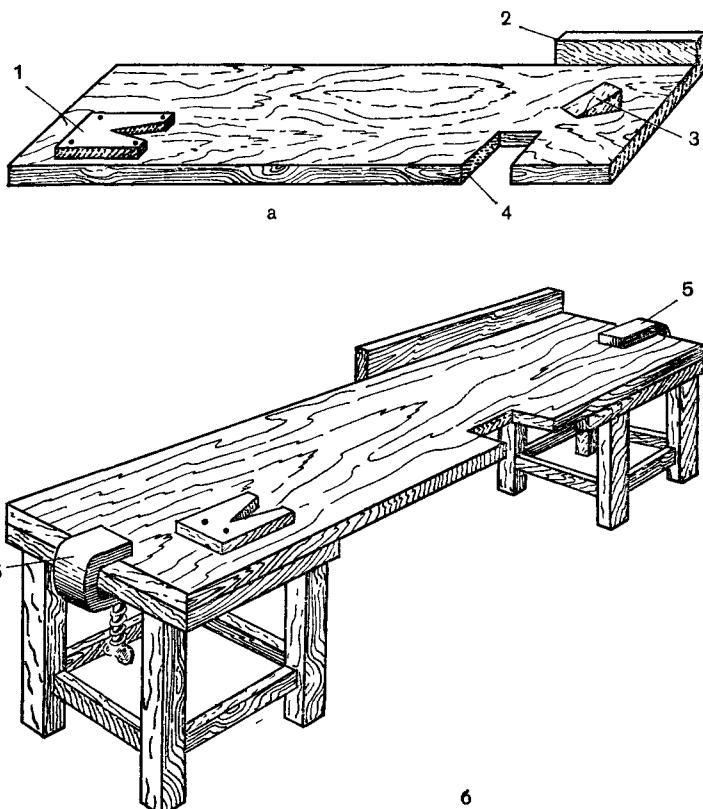

Рис. 2. Упрощенная верстачная доска:
*Упрощенную верстачную доску* (рис. 2) делают из хорошо фугованной дубовой или буковой доски толщиной 40—50, длиной 1500—2000 и шириной 300—500 мм. Если нет досок толщиной